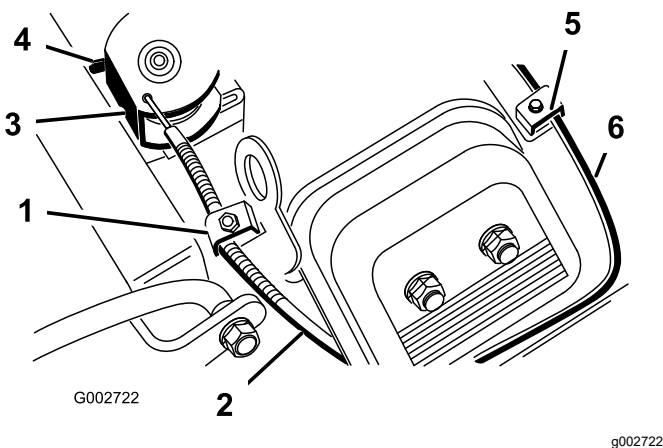

Figura 39
2. Desaperte o parafuso de fixação do cabo do acelerador ao motor (Figura 39).
- Puxe o cabo do acelerador até que a zona traseira da cavilha entre em contacto com o batente (Figura 39).
- Desaperte o parafuso de fixação do cabo da alavanca do ar que prende o cabo ao motor (Figura 39).
- Puxe o cabo do ar (Figura 39) até que a borboleta se encontre completamente fechada e, em seguida, aperte o parafuso de fixação do cabo.